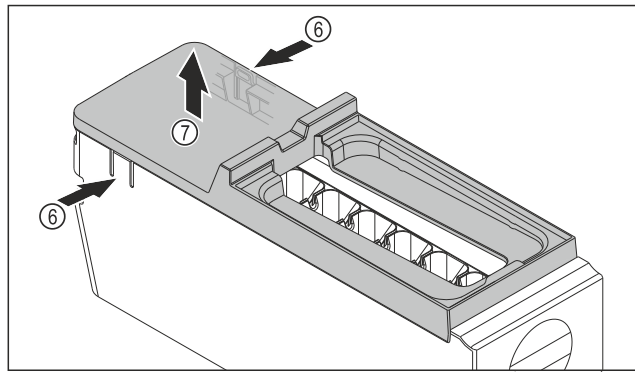

Fig. 173
- ▶ Abdeckung des EasyTwist-Ice-Körpers entnehmen: Laschen Fig. 173 (6) an den beiden Seiten des EasyTwist-Ice-Körpers mit einer Hand drücken.
- ▶ Abdeckung Fig. 173 (7) mit der anderen Hand nach oben entnehmen.